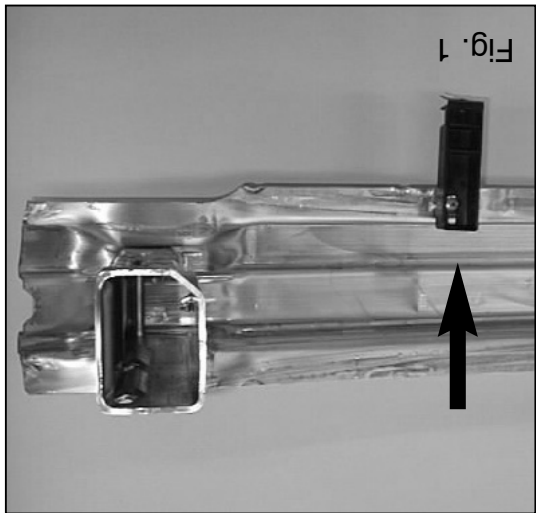

Fig. 1
2. Den Zeitsensor von der Innenstoßstange entfernen. Anschließend die Innenstoßstange einschließlich der Halterungen entfernen. Die Halterungen werden nicht mehr benötigt. Links und rechts die Nieten aus den Kunststoffstangenhalterungen der Stoßstangeninnenverkleidung herausbohren (siehe Abb.1). Diese mit Hilfe des angegebenen Befestigungsmaterial an der Unterseite des Rohrs der Anhängervorrichtung anlegen. Die Kitt/Wachsschicht bei den Befestigungspunkten
2. Enlever le capteur horaire du pare-chocs intérieur. Déposer le pare-chocs intérieur ainsi que ses supports. Ils ne seront plus utilisés. Extraire en perçant à gauche et à droite les faux rivets des supports de pare-chocs en matière synthétique du pare-chocs interne (voir fig. 1). Positionner celui-ci, à l'aide du matériel de fixation indiqué, à la partie inférieure du tube de l'attache-remorque. Enlever la couche de mastic/cire située sur les points de fixation.
2. Avlägsna tidssensorn från stötfångarens innanmäte. Avlägsna innanmätet inklusive stagen. Dessa förfaller. Borra till höger och vänster ut hålnitarna ur plaststagen för stötfångarens innanmäte. (se fig. 1.) Placera dessa med det angivna monteringsmaterialet mot undersidan av dragkrokens rör. Avlägsna kitt-/vaxlagret från monteringspunkterna.
los parachoques del interior. (Véase la fig. 1). Colocarlos en
geren (jævnfør fig. 1). Anbring denne på undersiden af røret på anhæn-
2. Z wewnętrznej części zderzaka należy wyjąć regulator czasowy i zdemontować wewnętrzną część zderzaka wraz ze wspornikami. Nie będą one już potrzebne. Po prawej i lewej stronie wywiercić nity z wykonanych z tworzywa sztucznego wsporników zderzaka w zderzaku wewnętrznym. (patrz rys. 1). Umieścić go przy pomocy wskazanego materiału mocującego od spodu szyny haka holowniczego. Punkty mocowania należy oczyścić z warstwy kitu / wosku.
2. Rimuovere il sensore dall'anima del paraurti. Rimuovere l'anima del paraurti con i sostegni. L'anima non dovrà essere rimontata.. Forare a destra e sinistra i rivetti dei sostegni di plastica dell'anima del paraurti. (vedi fig. 1.) Posizionare i sostegni sotto il traverso del gancio traino, fissandoli con il materiale di fissaggio in dotazione. Rimuovere lo strato di mastice dai punti di fissaggio.